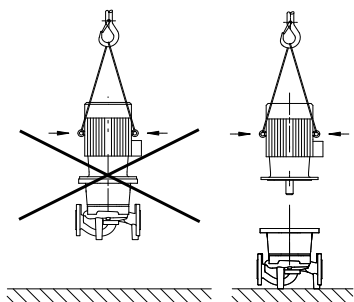

Fig. 7: 运输电机
- 电机上的运输吊环只允许用于运输电机，不允许用于运输整个水泵（Fig. 7）。